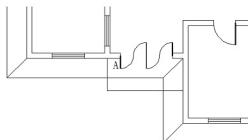

图 2.90 绘制台阶的内侧踏步线
⑥ 在指定下一个点或 [圆弧(A)/半宽(H)/长度(L)/放弃(U)/宽度(W)]：提示下，将光标水平向右拖动，输入“3480”后按 Enter 键结束命令，结果如图 2.90 所示。